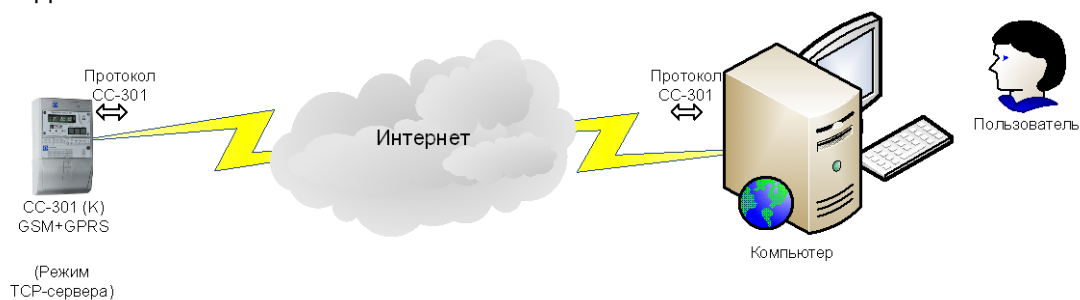

Рисунок 6. Считывание показаний и управление счетчиком через сеть Интернет
1.5 Пользователь выбирает и считывает показания счетчика на компьютер, подключенный к прибору через сеть Интернет (Рисунок 6). В этом варианте основной последовательный интерфейс свободен, а модуль расширения «Модем GSM» внутри счетчика работает в режиме TCP-сервера. Максимально допустимое расстояние до прибора ограничено только наличием доступа компьютера к сети Интернет, а счетчика – к сети оператора связи GSM/GPRS. В программе на компьютере можно осуществлять выбор, автоматическое считывание и сохранение показаний в базе данных, формирование отчетов, управление счетчиком и т.д.